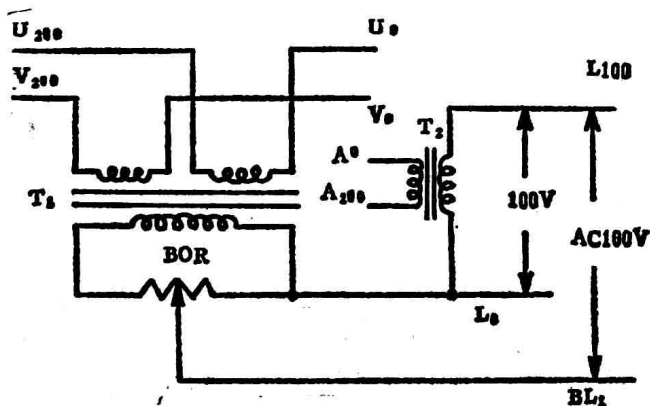

图11
2. 补助电路: (1) 补零电路(见图11)是由两个变压器 T_1 、 T_2 组成,代替了稳压电路。 T_2 是主变压器,初级 A_0 、 A_{200} 分别接自耦变压器U200、V200, A_0 、 A_{100} 、 A_{125} 、 A_{150} 、 A_{200} 、 A_{220} 供给较大容量的电源,如换片机AOT、PUK。因此线径比较粗,也不需要稳压。但次级侧的 L_0 、 L_{100} 、 L_{125} 、 L_{200} 、 L_{220} 是供给控制电路用的电源,因